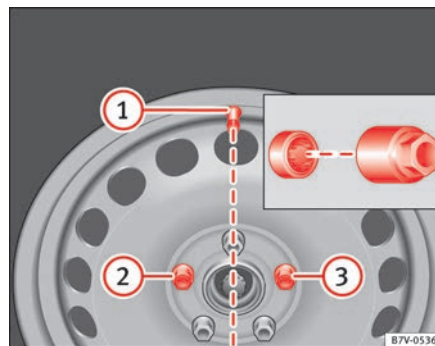

Fig. 182 Cambio de rueda: Válvula del neumático ① y ubicación del tornillo antirrobo de la rueda ② o ③.
Antes de colocar el tapacubos integral, el tornillo antirrobo de la rueda debe estar enroscado en la posición ⇒ fig. 182 ② ó ③. De lo contrario no podrá montar el tapacubos integral.
Presione el tapacubos integral contra la llanta de modo que el hueco de la válvula coincida con la válvula del neumático ⇒ fig. 182 ①. Asegúrese de que el tapacubos quede correctamente encajado en todo su perímetro. ■
En ruedas con embellecedor integral, el tornillo antirrobo de la rueda debe estar enroscado en la posición ⇒ fig. 182 ② ó ③. De lo contrario no podrá montar el tapacubos integral. ▶
- Enrosque el tornillo antirrobo de la rueda con el adaptador en la posición ⇒ **fig. 182** ② ③ en el sentido de las agujas del reloj, y apriételo ligeramente.